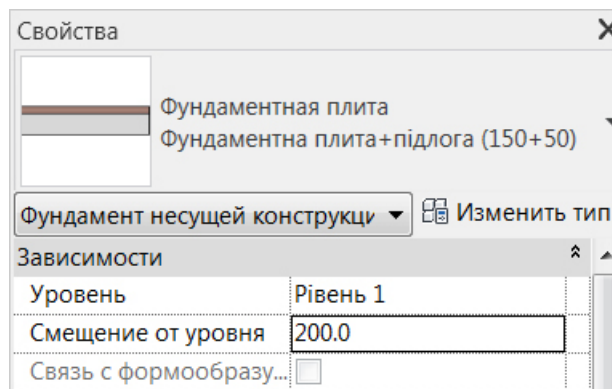

Рис. 9.4
9. Останнім кроком, у вікні властивостей для доданої плити встановлюємо зміщення від рівня + 200 мм (рис. 9.4).